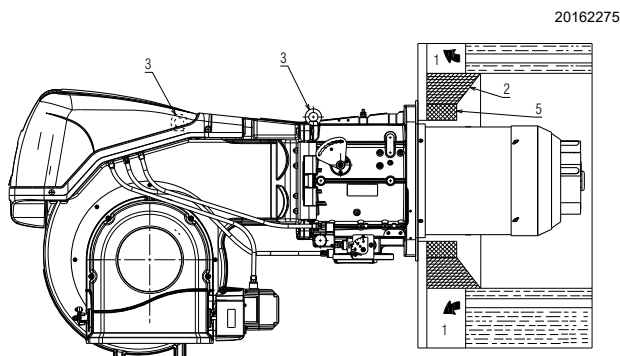

Рис. 15
Для котлов с передними оборотами дыма 1)(Рис. 15), или с камерой инверсии пламени выполните защитное приспособление из огнеупорного материала 5) между футеровкой котла 2) и соплом пламени 4).
Следует предусмотреть соответствующую систему подъема с креплением к кольцам 3(Рис. 15).
- Вставьте термозащиту из комплекта на жаровую трубу 4(Рис. 15).